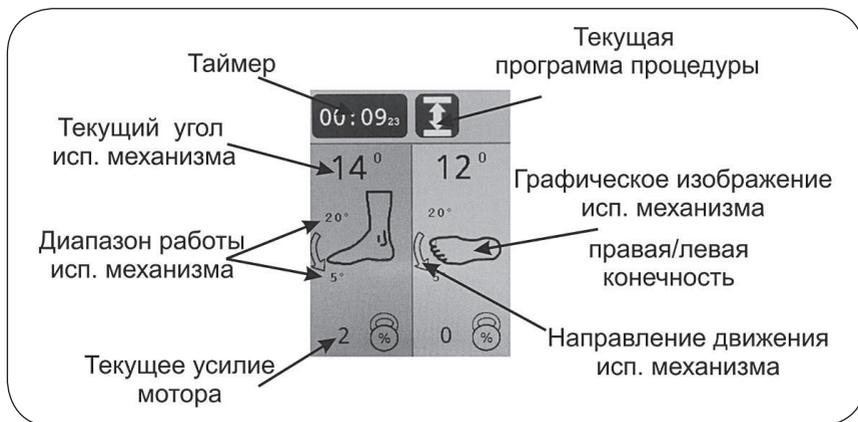

Рисунок 7.3 – Дисплей режима выполнения процедуры
7.1. Дисплей режима выполнения процедуры (см. рис. 7.3).
- В зоне А: заданный пользователем диапазон работы, текущее положение (угол) в градусах (аналогично рис. 7.3) для механизма А, а также меню его установок.
- В зоне В: заданный пользователем диапазон работы, правая (левая) конечность, текущее положение (угол) в градусах (аналогично рис. 7.3) для механизма В, а также меню его установок.
Запуск процедуры осуществляется кнопкой  . Запуск возможен только когда отображается основной экран, при этом дисплей переходит в режим выполнения процедуры (см. рис. 7.3).
<p>Переключение нагрузки (схема блокировки)</p> <p>Мотор автоматически переключается на противоположное движение, когда сопротивление пациента (нагрузка) превышает заданное значение. Настраивается от 1% до 99% с шагом 1%. В случае, если после изменения направления движения нагрузка вновь превышает установленное пороговое значение достаточно длительное время, то система управления фиксирует состояние перегрузки мотороредуктора и выдаёт сообщение об ошибке с соответствующим кодом.</p> <p>При установке значения, превышающего 99%, появляется значок , означающий отключение функции. При этом на дисплее в режиме выполнения процедуры (см. рис. 7.3) отображается текущее значение нагрузки рядом с иконкой , функция переключения нагрузки не работает, мотор развивает максимальное усилие.</p> <p> ВНИМАНИЕ! Одинаковое установленное значение уровней блокировки для пользователей с разной массой отличается. Для каждого пользователя установка подбирается индивидуально.</p> <p> ВНИМАНИЕ! Переключение нагрузки (схема блокировки) является функцией безопасности, для защиты пациента в случае возникновения спазмов, судорог, блокады суставов и других аналогичных ситуаций. Производитель не несет ответственности за неправильное использование данной функции.</p>